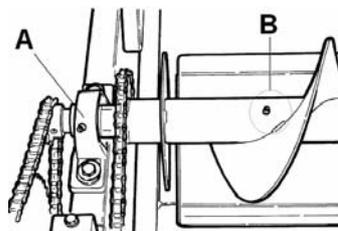

Fig. 20
- Si el tensado no es correcto es necesario aflojar los tornillos de fijación del soporte del árbol batidor (Fig.20 A) y desplazarlo hacia la izquierda . Apretar los tornillos y controlar el tensado. Repetir la operación si el tensado no fuera el prescrito.
- Engrasar con moderación sin forzar mediante los engrasadores presentes usando una grasa adecuada al uso controlando que la grasa no se salga por el lado (Fig.20 B).
- Engrasar mediante los engrasadores presentes en los soportes de los cojinetes con moderación sin forzar usando una grasa adecuada al uso (FIG.20 A).